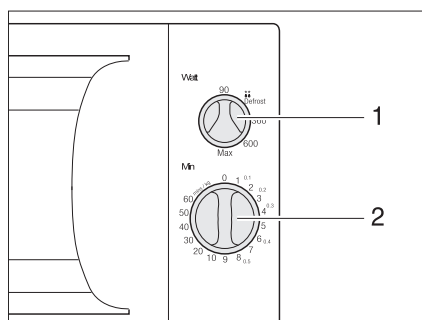

Fig. 131 Boutons de commande du four à micro-ondes
- Sélectionner la puissance sur le bouton tournant (Fig. 131,1).
- Sélectionner la durée de cuisson sur le bouton tournant (Fig. 131,2). La cuisson commence.